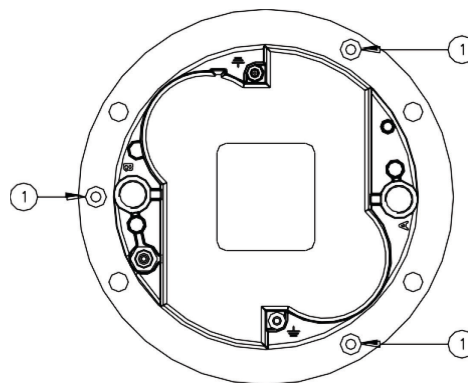
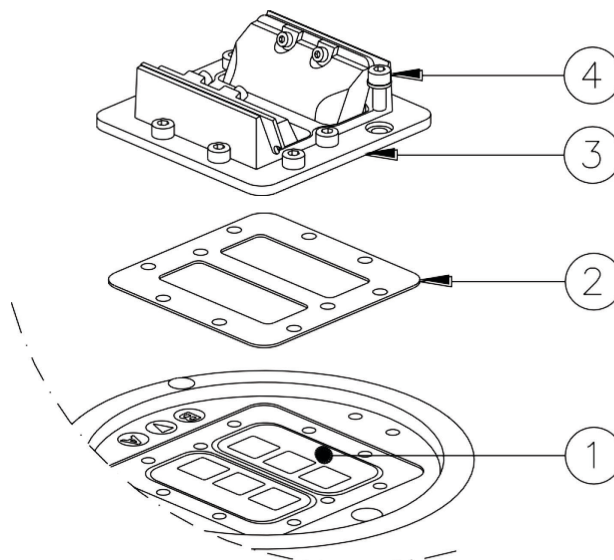

Figure 21 – Vis de fixation du couvercle inférieur
Figure 24 – Surface du prisme à nettoyer
- trois vis de blocage TSP TORX M5x10 (Figure 21 - n°1) ;
- retirer le carré de maintien du prisme (Figure 24 - n°3) en dévissant les vis TCEI M5x12 correspondantes (Figure 21 - n°4)
- retirer le joint de maintien du prisme (Figure 24 - n°2)
- nettoyer le prisme (Figure 24- n°1) avec un produit non abrasif